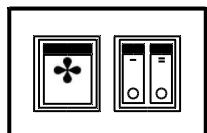

Рис.2. Клавиши управления прибором
- Включение. Установите левую клавишу в положение (см. рис. 2), при этом начинает работать вентилятор. Нажатие на любую из клавиш 2 или 3 включает половину мощности. Режим полной тепловой мощности включается нажатием на обе клавиши 2 и 3.